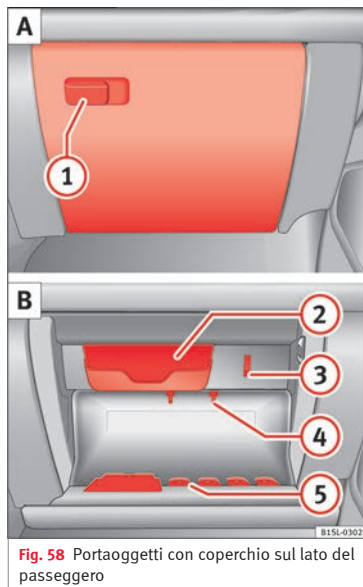

Fig. 58 Portaoggetti con coperchio sul lato del passeggero
Tirare la maniglia per *aprirlo* » **fig. 58 (1)**.